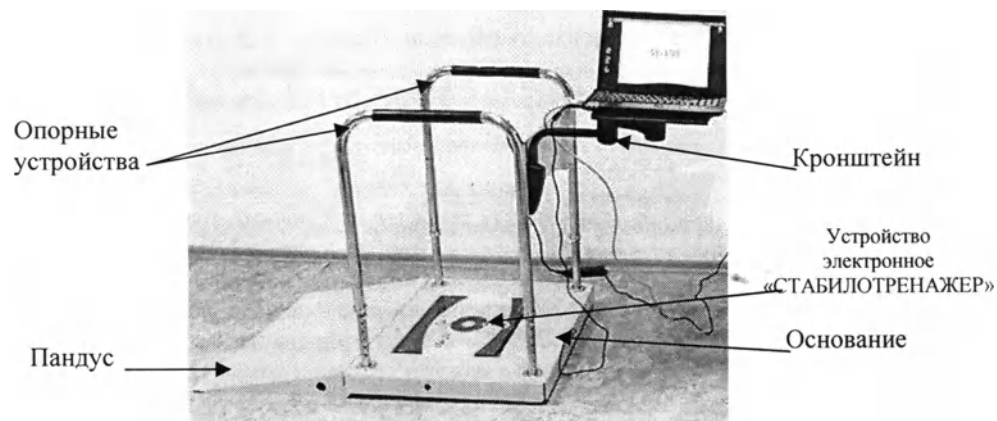

Рисунок 1 – Опора страховочная «Стапель». Состав
1.3.1 Изделие состоит из следующих основных узлов (Рисунок 1):